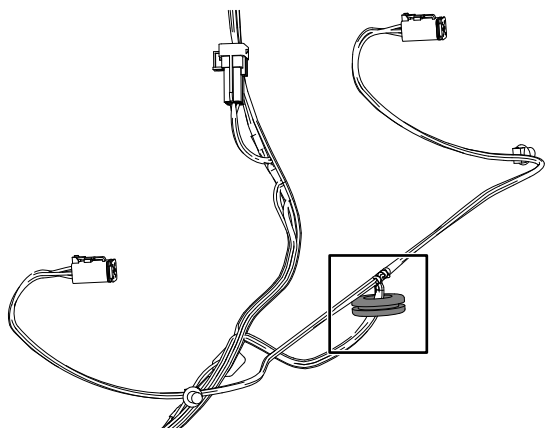

Figura 9
1. Allineate il connettore a 6 prese per L'INDICATORE DI DIREZIONE ANTERIORE DESTRO/SPIA DI FUNZIONAMENTO della diramazione di 112 cm (44") del cablaggio preassemblato attraverso il gommino e spostate il gommino verso la diramazione di 112 cm (44") del cablaggio preassemblato (Figura 9).
3. Posizionate il gommino come illustrato nella Figura 9.